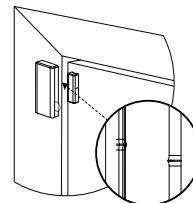

Figure 3: Position de l'appareil et de l'aimant sur la porte et sur le dormant
- Positionnez l'appareil sur le dormant d'une porte ou d'une fenêtre et l'aimant sur la partie mobile de la porte ou de la fenêtre, alignés sur les repères. Voir la Figure 3.
- Visez le socle de l'aimant sur la porte, en prenant soin de l'aligner sur le récepteur. Voir la Figure 3. **REMARQUE:** Pour plus d'informations sur l'alignement, voir *Positions courantes de l'interrupteur magnétique*.